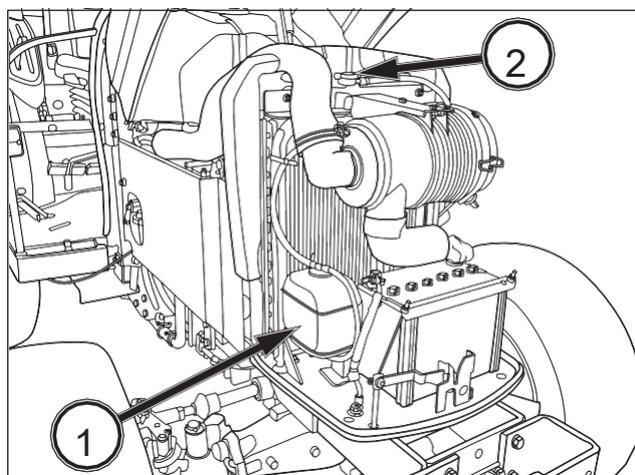

FIG. 105
FIG. 105: El radiador cuenta con un vaso de expansión (1) para mantener constante el nivel del líquido de refrigeración en el radiador. Controle el nivel en este vaso de expansión durante la comprobación diaria.